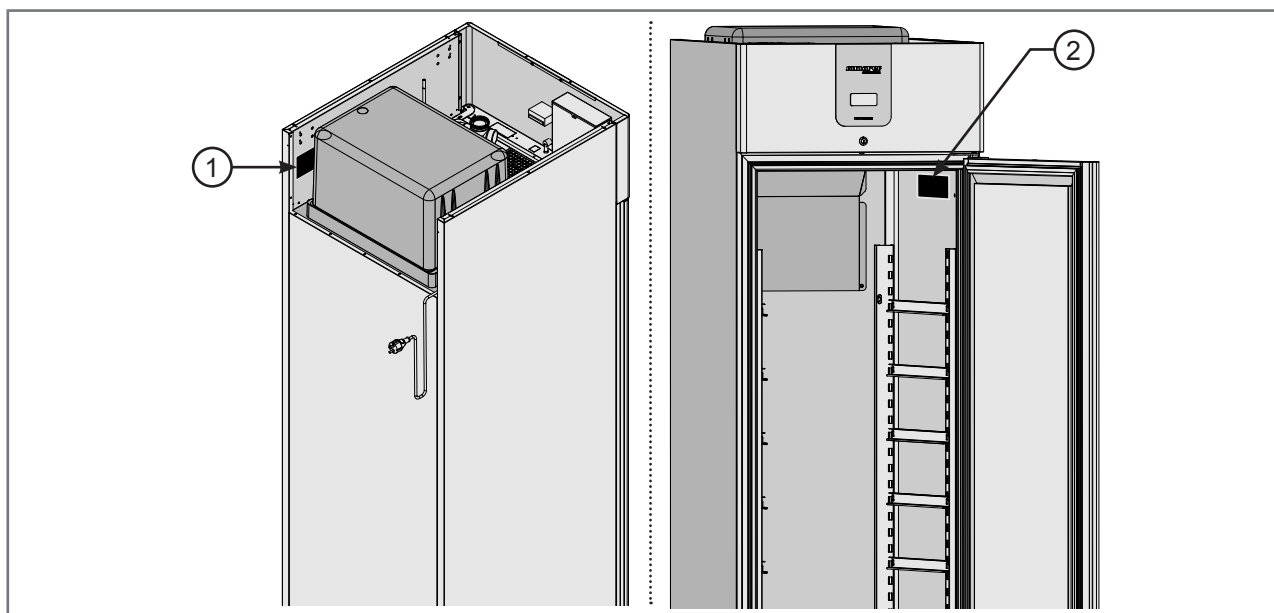

Fig 5.1 - Emplacement de la plaque de marquage CE
- noter les données de l'appareil sur la plaque signalétique, voir chapitre "**1.3. Plaques signalétiques et avertissements**" à la page 27 (la plaque signalétique est généralement située à l'extérieur (1 - Fig. 5.1) ou à l'intérieur de l'appareil (2 - Fig. 5.1)) ;